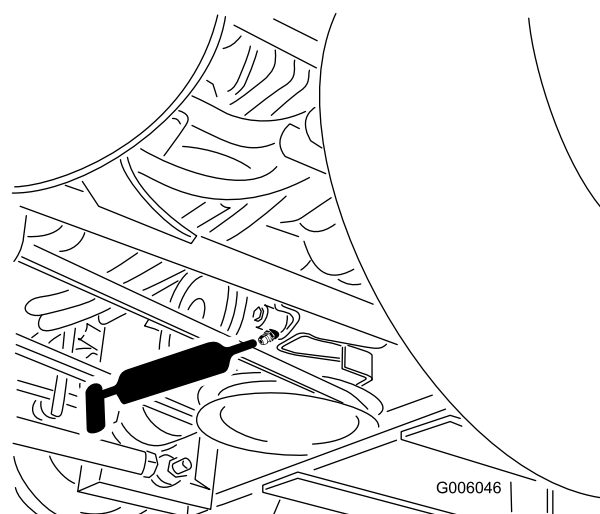

Figura 34
6. Engrase el brazo tensor de la correa de transmisión de la PTO (Figura 34).